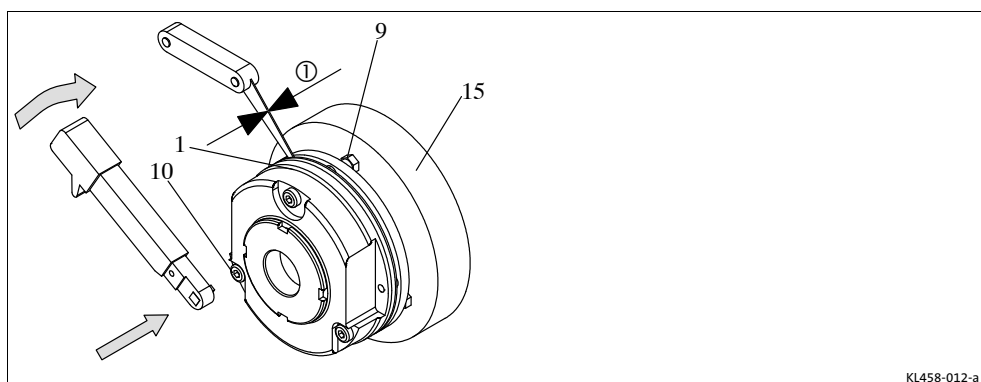

Fig. 4 Montage du corps inducteur
3. Pour monter l'inducteur (1), procéder avec précautions pour enfiler la bague d'étanchéité sur l'arbre.
4. Visser le corps inducteur complet (7) sur la tôle de friction ou la bride intermédiaire (15) à l'aide des vis (10) (Fig. 4).
- Serrer les vis uniformément. Respecter le couple de serrage (46).